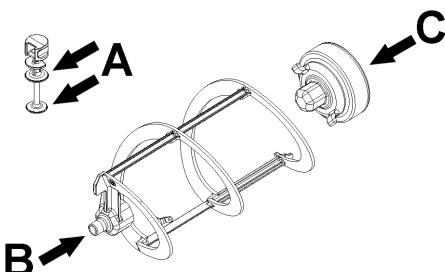
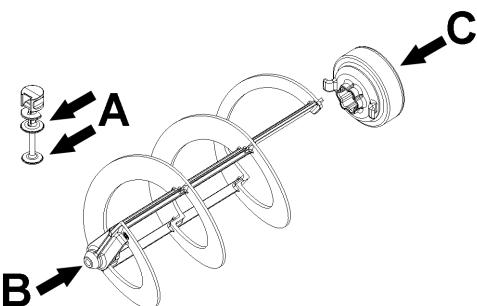

figura 9
figura 10
- 2 Lubrificare il pistone rubinetto, il giunto esagonale ed il mescolatore nei punti indicati in figura 9 (B-Frozen 6) o figura 10 (B-Frozen 10) utilizzando esclusivamente il grasso in dotazione con la macchina o altro grasso per uso alimentare.
- 3 Rimontare il rubinetto sul contenitore con sequenza inversa rispetto a quella di figura 9 e 10.